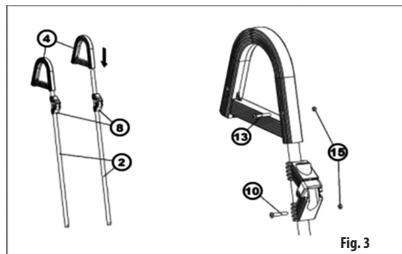

Fig. 3
Applicare gli agganci di sicurezza (8) e gli archi in plastica (4) sulle parti superiori dei montanti tubulari di supporto smontati (2) e bloccare questi componenti con i rispettivi viti (10, 13 e 15) (Fig. 3).